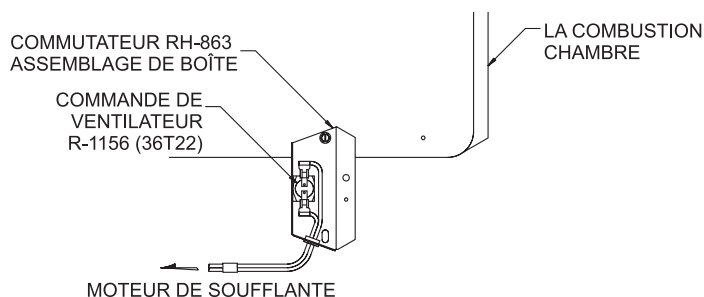

Figure 9
7. Avec le boîtier d'interrupteur perpendiculaire à la chambre de combustion, aligner le trou de dégagement rond sur le boîtier de commutation avec le trou de vis gauche sur la chambre de combustion. **Voir la figure 9.**